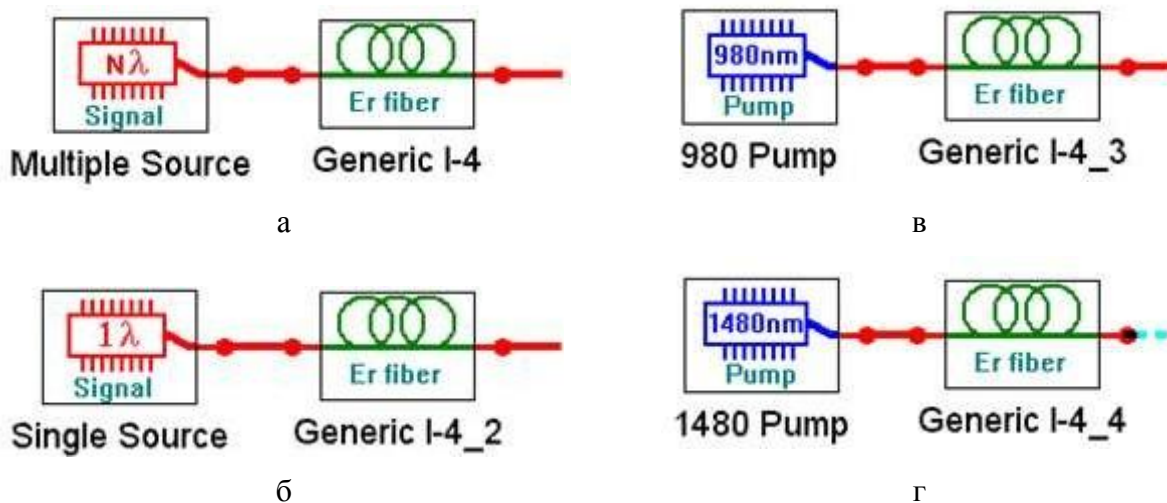

Рис. 2.1. Схемы подключения источников излучения к эрбиевому ОБ.
2. Соберите сразу 2 схемы (рис. 2.1а и 2.1б) с источниками  $N\lambda$  и  $1\lambda$  для исследования затухания эрбиевого ОБ в диапазоне длин волн 1520-1560 нм. При сборке схем не забудьте к выходу исследуемого ОБ подключить вспомогательный отрезок ОБ.